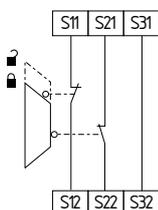

Fig. 17
**Circuito di sorveglianza porta di protezione a due canali con dispositivi di blocco secondo EN 1088 (vedere Fig. 17)**